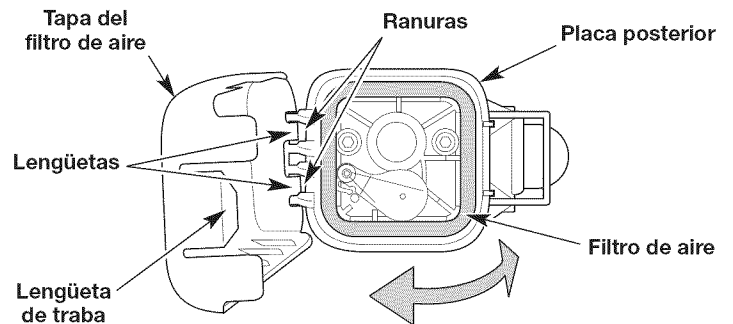

Fig. 14
1. Abra la tapa del filtro de aire: presione la lengüeta de traba hacia adentro y gire la tapa del filtro de aire hacia la izquierda (Fig. 14).
2. Quite el filtro de aire (Fig. 14).
6. Reinstale el filtro de aire (Fig. 14).
7. Cierre la tapa del filtro de aire: inserte las lengüetas de la cubierta del filtro de aire en las ranuras de la placa posterior. Gire la tapa de la cubierta de aire hacia la derecha y presiónela hasta que la lengüeta de traba caiga en su lugar (Fig. 14).